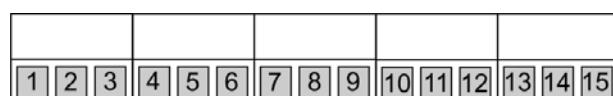

Рисунок 4 – Задняя панель БУК
1. Открутить 4 винта с задней крышки БУК (рис. 4);